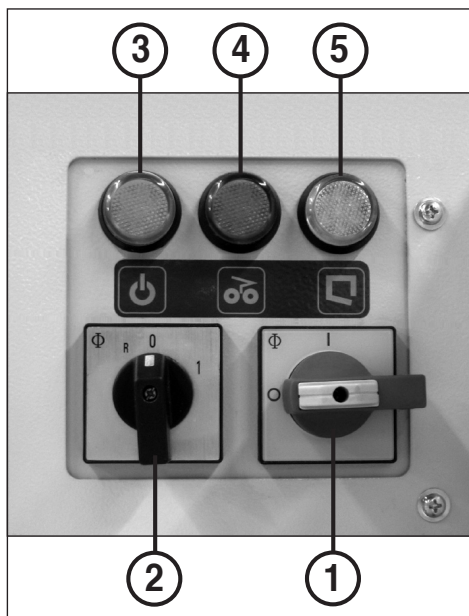

fig. 7
1. Enclencher le commutateur principal (1) (position „1“).
2. Positionner le commutateur rotatif (2) en position „1“ (fig. 7).
EXPLICATION DES ELEMENTS DE COMMANDE (Fig. 7):
Remarque: Le relais multifonctions est automatiquement réinitialisé à chaque mise sous tension de la machine. Cela est indiqué par le clignotement pendant quelques secondes des deux voyants de contrôle 4 et 5 (figure 7).